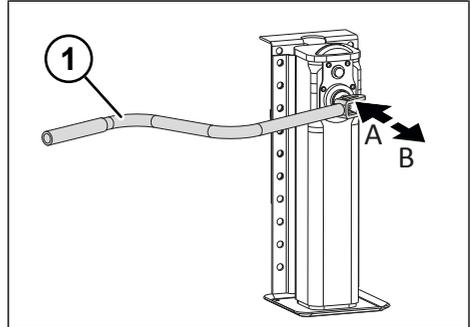

Abb. 5-8: Lastgang und Schnellgang der Heckstütze
- ▶ Schnellgang durch Herausziehen der Handkurbel einschalten (siehe "Abb. 5-8: Lastgang und Schnellgang der Heckstütze", S. 30).
- ▶ Lastgang durch Hineindrücken der Handkurbel einschalten (siehe "Abb. 5-8: Lastgang und Schnellgang der Heckstütze", S. 30).
- ▶ Lastgang durch Hineindrücken der Handkurbel einstellen (siehe "Abb. 5-8: Lastgang und Schnellgang der Heckstütze", S. 30).
- ▶ Schnellgang durch Herausziehen der Handkurbel einstellen (siehe "Abb. 5-8: Lastgang und Schnellgang der Heckstütze", S. 30).